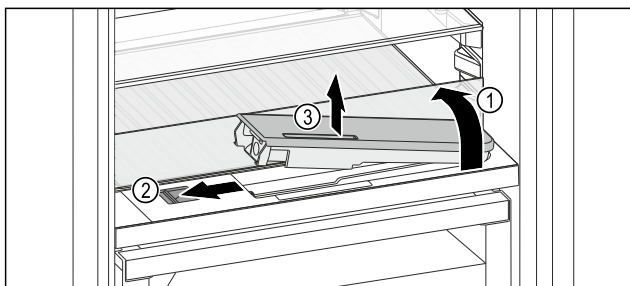

Fig. 232
- ▶ Skleněnou desku nadzvedněte a zaklapněte dozadu až na doraz Fig. 232 (1).
- ▶ Posuvník Fig. 232 (2) posuňte doleva.
- ▶ Vyměňte nádržku na vodu Fig. 232 (3).